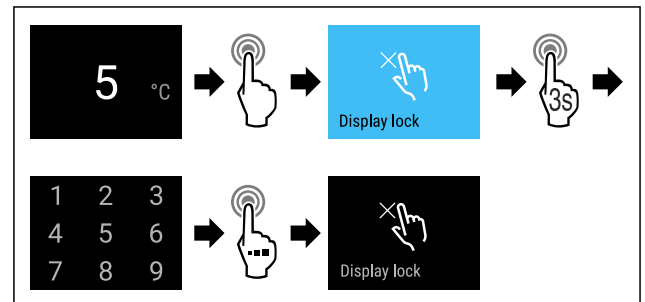

Fig. 80
- Udfør handlingstrinene (se Fig. 80).